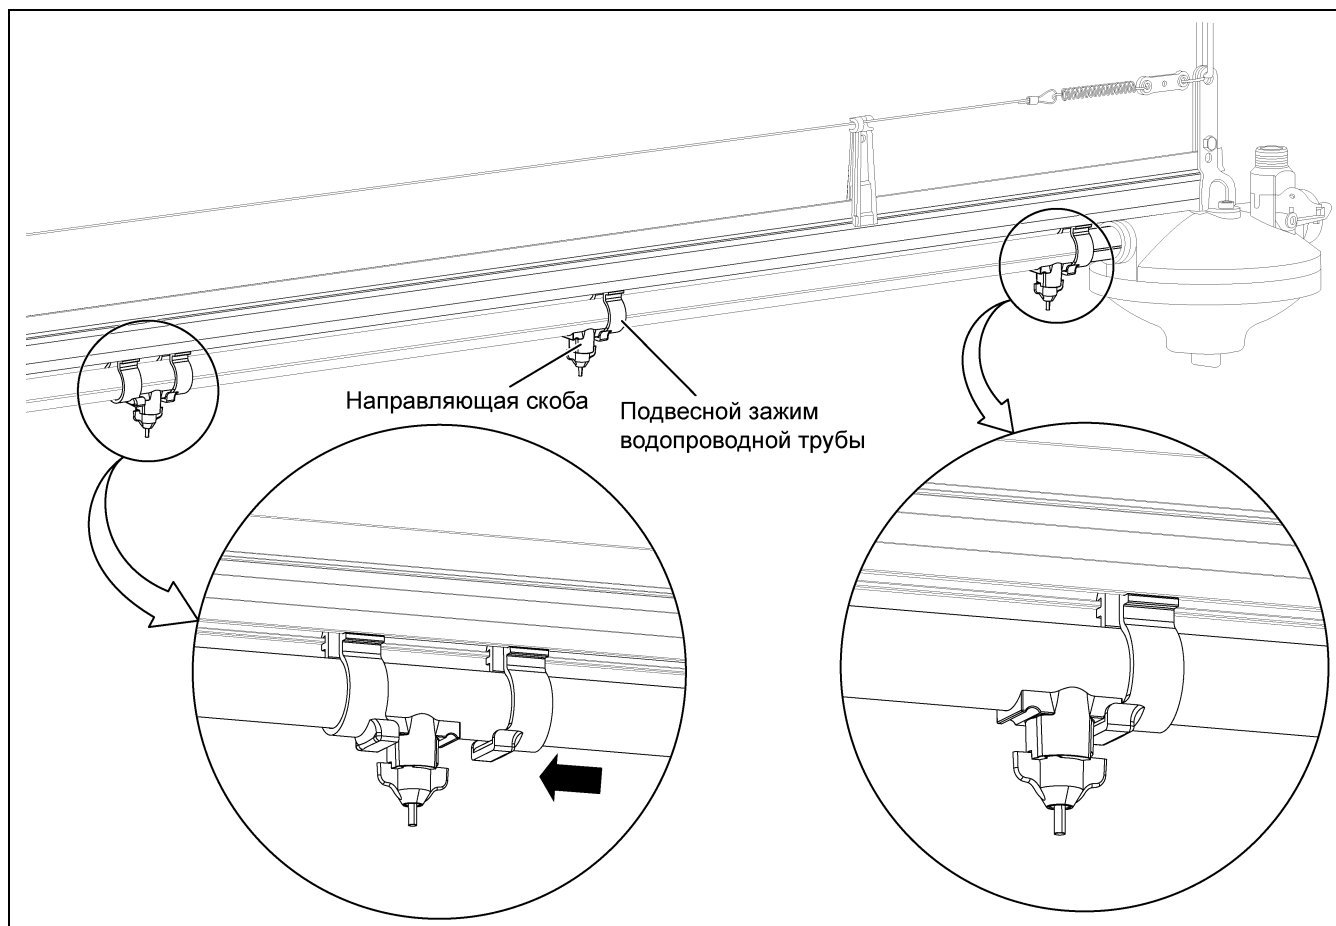

Рисунок 7F
3. Закрепите водопроводную трубу на рельсе, поместив подвесной зажим (CW-3051) водопроводной трубы под водопроводную трубу и защелкнув его на рельсе. Зажим для вешалки (CW-3051) должен прикрепляться к любой стороне ниппеля и располагаться в первой канавке сверху рельса. (см. рисунок 7F.)